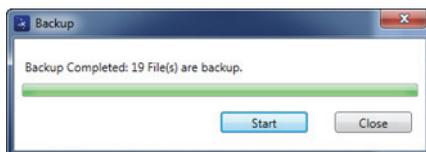

Figura 6-32 La finestra di dialogo Backup (completo)
6. Quando il backup è stato completato, cliccare su **Close** (chiudi) [vedere Figura 6-32 a pagina 354].